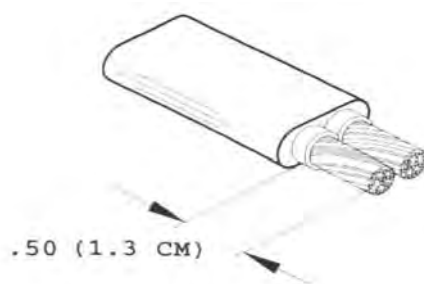

Figura 5
- e) Quite la cinta, corte y pele los cables como se indica en la figura 5; deje 1,3 cm (1/2 pulgada) de cable pelado.